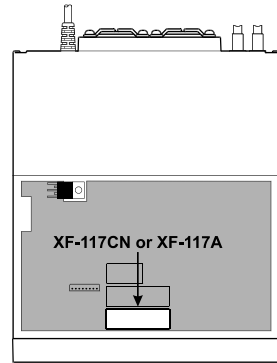

Figure 2
4. Se reporter à nouveau à la Figure 2 pour situer les emplacements de montage des filtres F.I. Positionner le filtre(s) à installer sur le support approprié de la platine et appuyer pour qu'il prenne sa place.